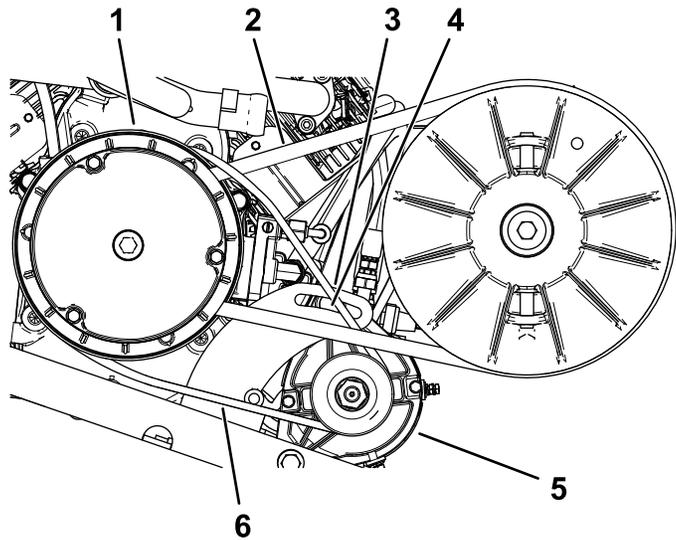

図 71
2. スタータジェネレータのピボットナットをゆるめる 図 71。
4. ボールを下に押し下げてスタータを下げる。ベルトを $44.5 \text{ N}\cdot\text{m} / 4.5 \text{ kg}\cdot\text{m} = 10 \text{ ft}\cdot\text{lb}$ の力で押し下げる時のたわみが 6 mm になるようにスタータの位置を調整する 図 71。
5. ピボットナットを手締めし、ボールを取り外す 図 71。